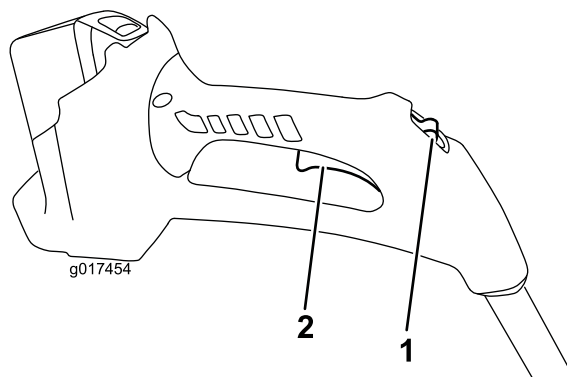

Figure 8
4. Repoussez le commutateur de verrouillage à la position de Marche, puis serrez la poignée d'actionnement (Figure 8).